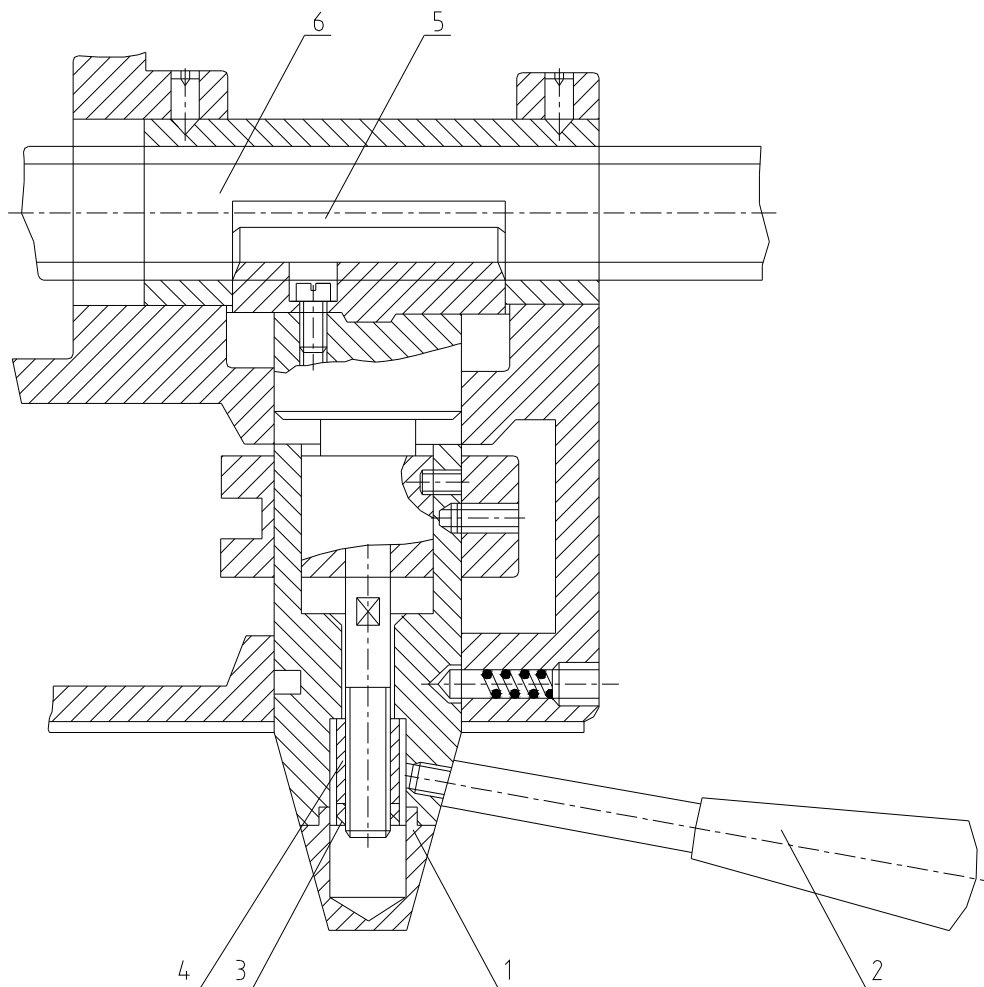

Рис.6-5
## 6.2.4 РЕГУЛИРОВАНИЕ ЗАЗОРА МЕЖДУ ХОДОВЫМ ВИНТОМ И ПОЛУГАЙКОЙ (см.рис.6-5)
**Вариант 1:** (см.рис.6-5)